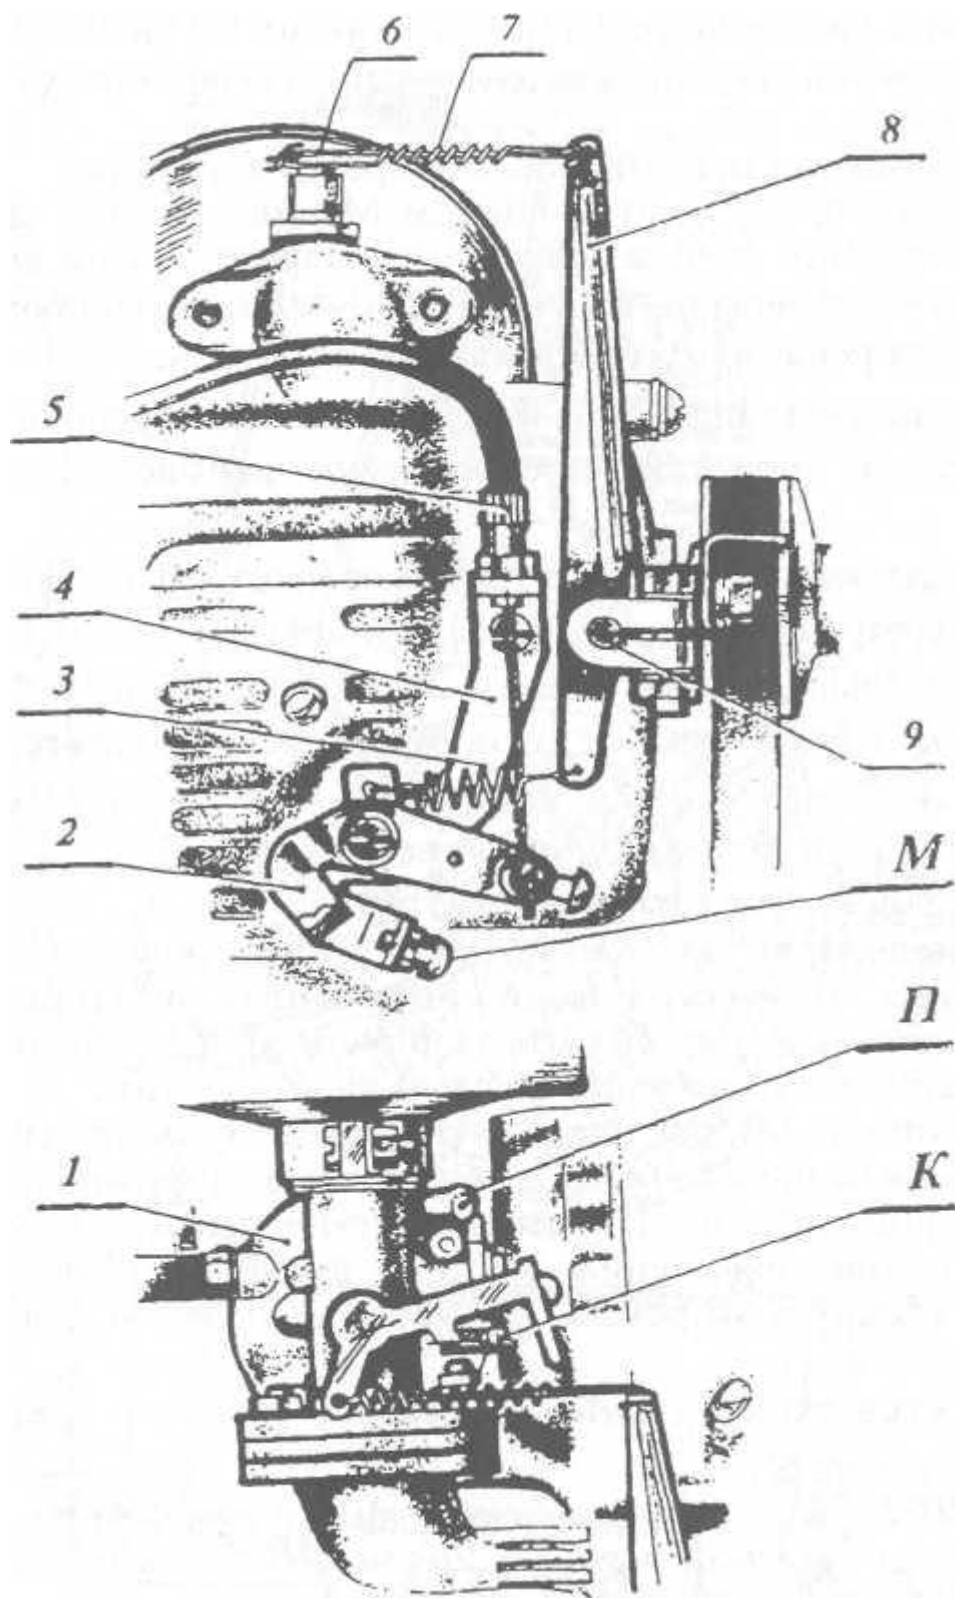

Рис. 7. Механизм регулирования карбюратора К41К и системы центробежного регулятора мотокультиватора Крот
8.4. Регулирование карбюратора К-41К и системы центробежного регулятора (рис. 7).
Проверить и установить зазор 0,2...0,5 мм между рычагом 8 и крышкой редуктора. Отрегулировать холостой ход винтами карбюратора "П" — количество (в пластмассовом стаканчике) рис. 7 и "К" — качество при положении рычага привода дроссельной заслонки в крайнем (против часовой стрелки) положении в следующей последовательности: